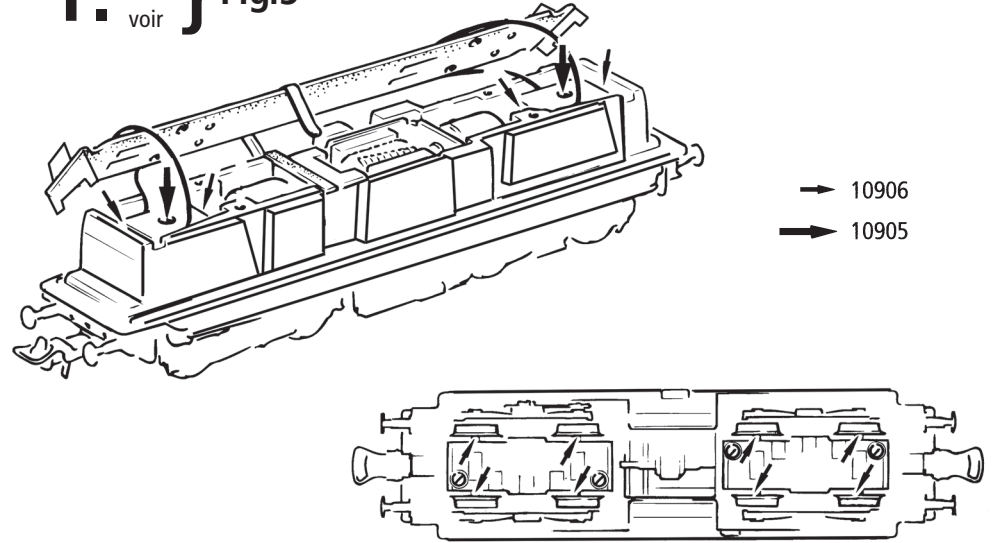

Fig. 8
3. Haftreifenwechsel: Zuerst den Getriebedeckel abnehmen (Fig. 4). Danach den **Radsatz** herausnehmen und die **Haftreifen** mit einer Nadel od. mit einem feinen Schraubendreher abziehen (Fig. 8). Beim Aufziehen der neuen Haftreifen darauf achten, dass diese sich nicht verdrehen.
3. Change of traction tyre: Remove the gear cover (fig. 4). Take out **wheel set** and remove **traction tyre** using a pin or a fine screwdriver (fig. 8). When pressing on the new traction tyre please **avoid twisting it**.
3. Échange des bandages d'adhérence: Démontez d'abord **le couvercle du carter des engrenages** des en-grenages (fig. 4). Délogez ensuite les essieux bandagés et enlevez, à l'aide d'une aiguille ou d'un tourne-vis fin, les bandages d'adhérence (fig. 8). Lors du montage des nouveaux bandages veuillez veiller à ce que les bandages **ne soient pas tor-dues**.